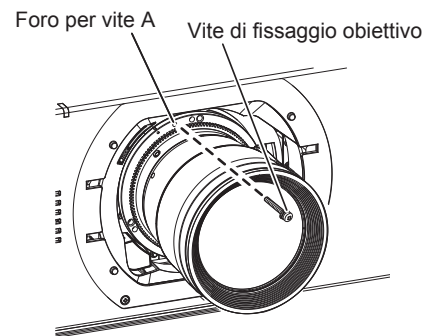

Fig. 2
3) Fissare l'obiettivo di proiezione con la vite di fissaggio obiettivo in dotazione. (Fig. 2)